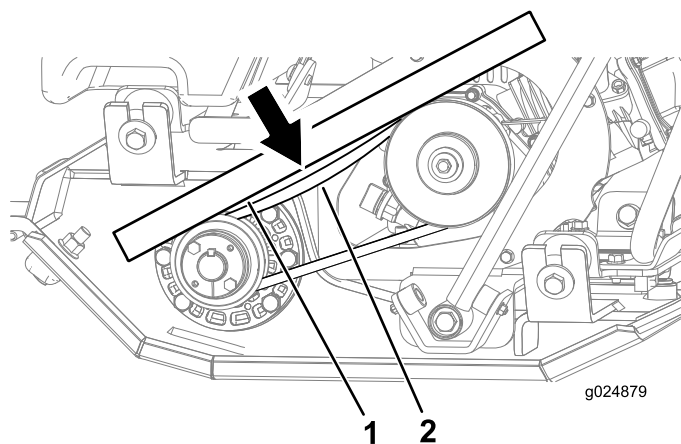

Figura 26
1. Coloque una regla sobre la correa y sobre las poleas (Figura 26).
2. Con un dinamómetro, presione hacia abajo sobre la correía en el punto intermedio entre las poleas (Figura 26).
Nota: La correía debe desviarse de la regla 7.6 mm (0.3 pulgadas) al empujar hacia abajo sobre la correía con una fuerza de 1.4–2.3 kg (3–5 libras) (Figura 26).